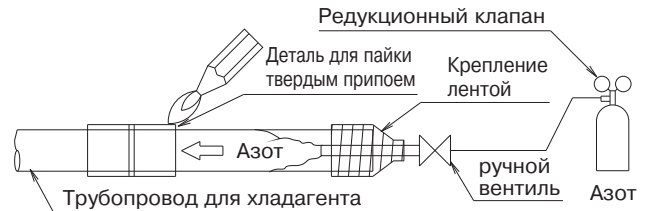

Рис. 9
- При пайке трубопровода для хладагента, сначала выполните замещение азота, или выполните пайку (ПРЕДОСТЕРЕЖЕНИЕ 2), подавая азот в трубопровод для хладагента (ПРЕДОСТЕРЕЖЕНИЕ 1), затем подсоедините комнатный блок с помощью раструбных соединений. (См. рис. 9)